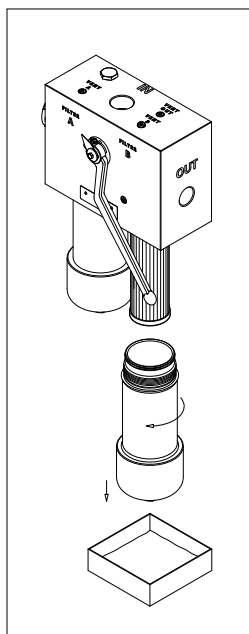

fig. 27
- (Fig. 27) Svitare il contenitore mantenendo il recipiente di raccolta